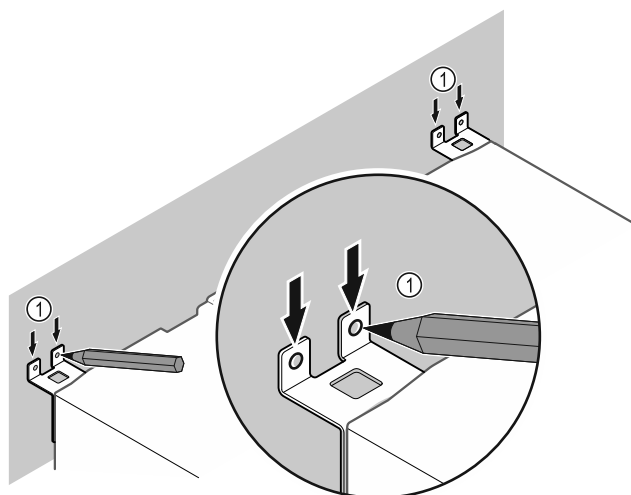

Fig. 53
- Apporre i contrassegni alla parete Fig. 53 (1).